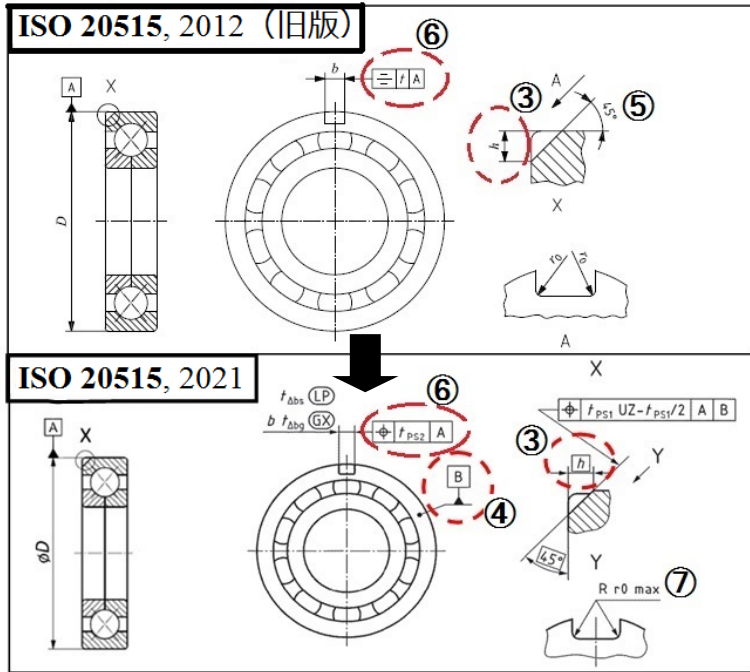
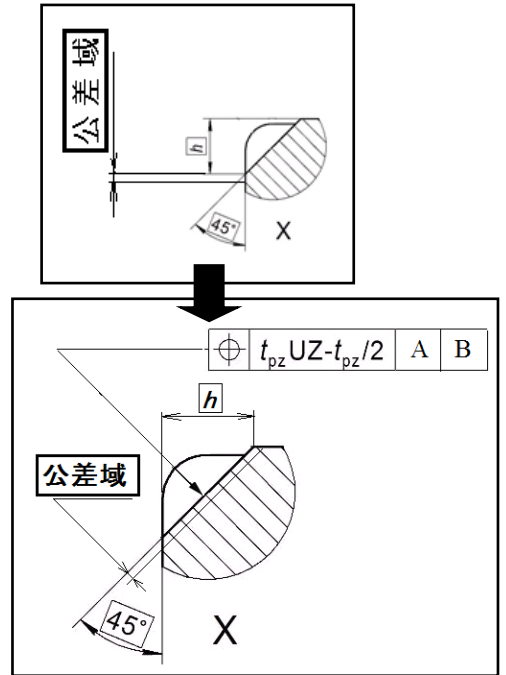

図 1. 切欠きの表記方法の変更内容
図 2. 切欠き底面と切欠き深さ
- 第2次データム平面B(外輪側面)を新たに設定し, 切欠き深さ(h)は外輪側面に沿ったものから外輪外径の軸方向に沿ったものに変更しました(図1の③参照)。
- 切欠き底面の幾何公差は, 第1次データム平面A, 第2次データム平面及び位置度で規定します。(図1の④及び図2参照)
- 切欠き底面の位置の公差域は, 外輪側面に対して 45° となる平面で設定します。なお, 切欠き深さ(h)の公差域は, 切欠き底面の位置の公差域から換算します。(図1の⑤及び図2参照)
- 切欠きが1か所の場合も, 幾何公差記号を位置度 \oplus で表すことにしました。(図示1の⑥参照)
表 1 及び表 2 の脚注にて、固定用切欠き底面及び側面との隅 R 寸法 (r_0) の最小値が 0 ではないと追記しています（図 1 の⑦部）。
切欠き底面の位置の公差は，外輪側面に対して 45°の方向であるため，従来の外輪の半径方向の寸法公差に 0.71 ($=1/\sqrt{2}$) を乗じた値としています（図 2 参照）。